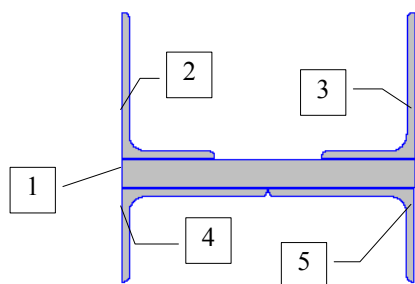

Рис. 52. Конструируемое сечения
Необходимо собрать сечение (рис. 52), в состав которого входят лист  $10 \times 100$  мм (1) и четыре неравнополочных уголка  $50 \times 32 \times 3$  (2–5).